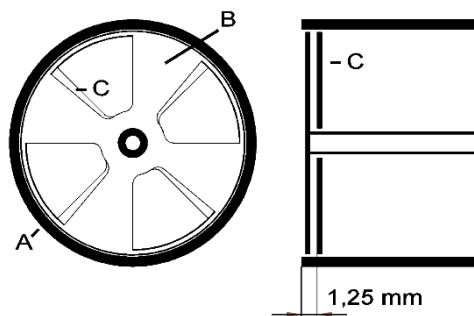

Fig. 1 : Mesureur de champ électrique
Prendre comme base la distance entre les plaques entre l'électrode et le stator (C) lors de la définition du champ électrique (cf. Fig. 1). Cela signifie qu'il faut additionner respectivement 1,25 mm par rapport à la distance réglée entre les plaques (écart entre (13) et (15) de la plaque de mesure du condensateur).